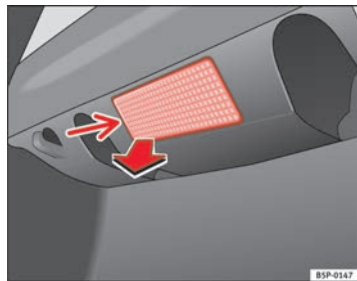

Fig. 176 Luz do porta-bagagens
- Extrair a tulipa, pressionando o rebordo da parte interior da mesma -seta- com a ajuda da parte plana de uma chave de parafusos ⇒ fig. 176.